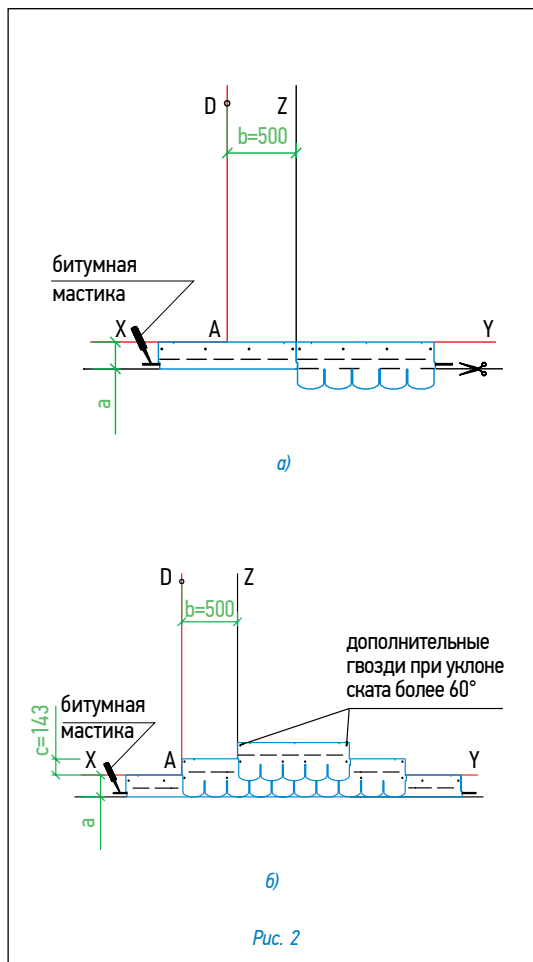

Рис. 2
Укладка материала (рис. 2)
- далее первый ряд черепицы укладывается от линии AD (рис. 2б);
- второй ряд укладывается от линии Z (со смещением 50 см от AD) (рис. 2б);
Каждый лист черепицы крепится 4 гвоздями в штатных листах (ось гвоздей на линии битумных клеевых полос) таким образом, чтобы гвоздь прошивал и верхний край нижележащего листа черепицы (рис. 2б).